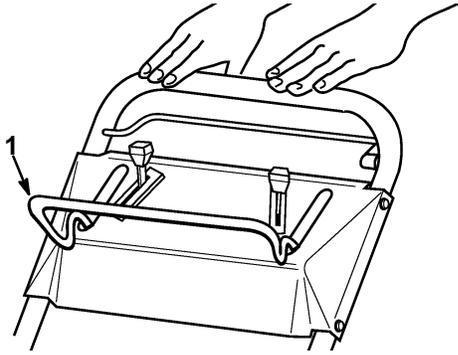

Figure 17
2. Relâcher la barre de commande de la lame (Fig. 17). Le moteur et la lame s'arrêteront. Dans le cas contraire, consulter immédiatement votre concessionnaire.